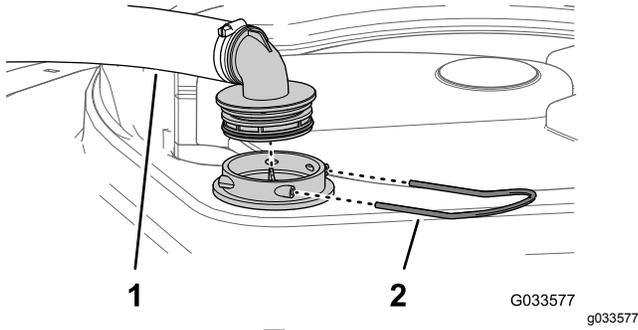

図 53
2. タンク上部で、フィルタハウジングからの太いホースについているフィッティングを固定しているリテーナを外す 図 53。
3. フィルタハウジングからホースとフィッティングを取り外す 図 53。